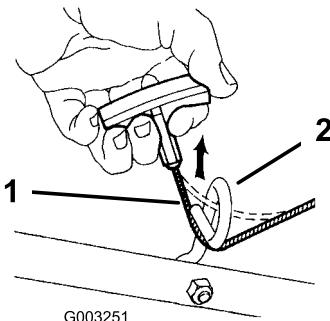

Figura 7
- Soporte del manillar (2)
- Pase la cuerda de arranque a través de la guía del manillar (Figura 7).